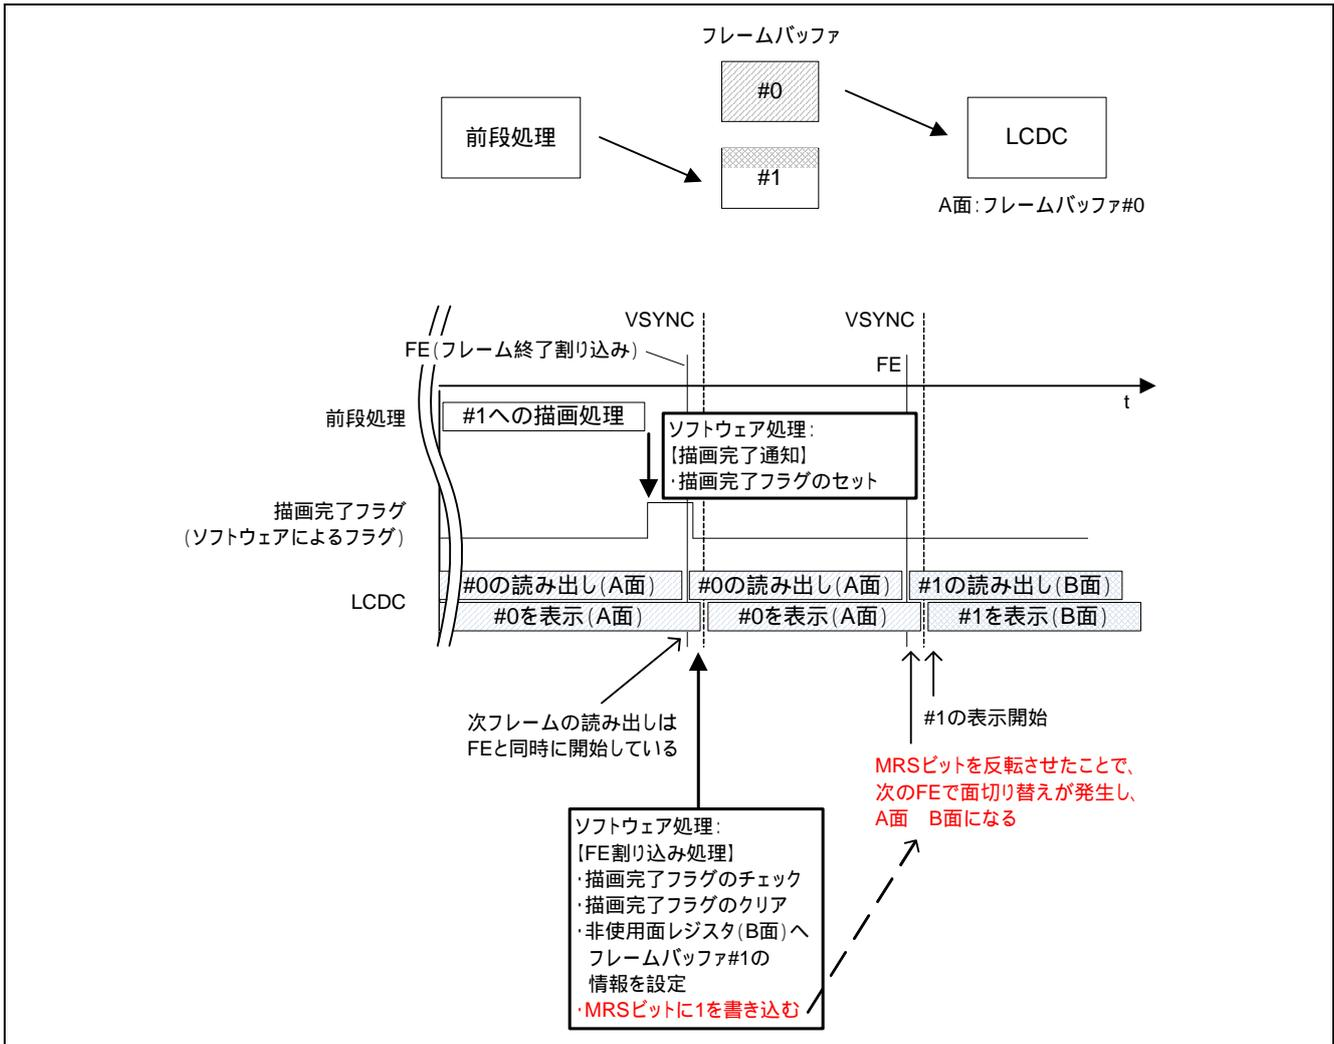

図14 ソフトウェア切り替えの発生タイミング
- ソフトウェア切り替え: LCDCレジスタ面切り替え制御レジスタ(LDRCNTR)のMRSビットを0・1に反転させると、次のフレーム表示動作終了と同時に、A面・B面が切り替わります(フレーム表示動作終了と同時にフレーム終了割り込み(FE)が発生します)。MRSビットを0・1と設定したときはA面・B面、1・0と設定したときはB面・A面に切り替わります。このときLDRCNTRのMRCビットは0に設定し、ハードウェア切り替えをOFFにしておく必要があります。ソフトウェア切り替えのタイミングチャートを図14に示します。ここでは前段処理との同期を取るために、ソフトウェアによるフラグでの運用例を示しています。